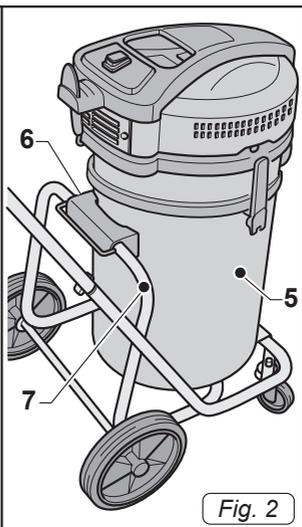

Fig. 2
- Поставить каркас (5 Рис 2.) на тележку, фиксируя подставку в пластике (6 Рис. 2) стержни (7 Рис. 2) тележки.